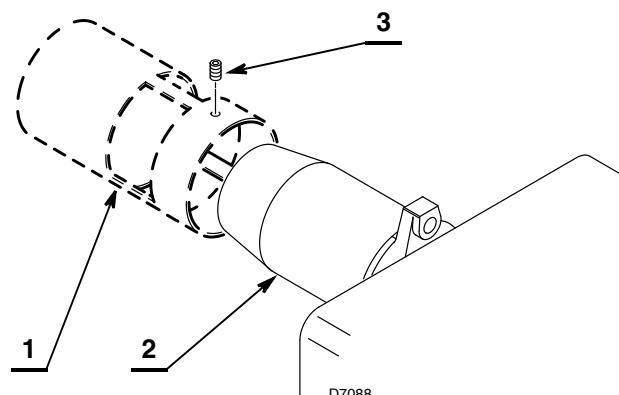

Fig. 6
- conectar, si fuese necesario, el tubo de recirculación **1** (Fig. 6) con el tubo llama del quemador **2**) y fijarlo con el tornillo **3**.